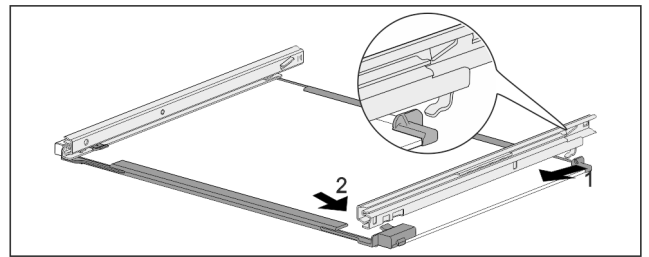

Fig. 66 Ripiano in vetro con guide
- ▶ Agganciare la guida sul lato posteriore. Fig. 66 (1)
- ▶ Innestare la guida sul lato anteriore. Fig. 66 (2)